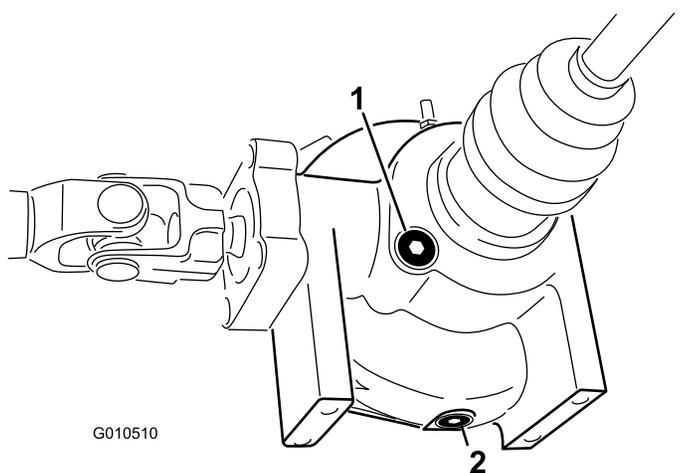

Рисунок 53
2. Очистите область вокруг сливной пробки на боковой стороне дифференциала (Рисунок 53).